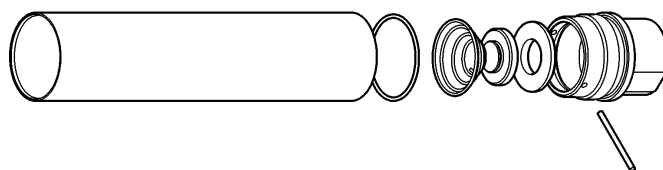

Fig. 5c
3. Secure the pump tube gently in a vice and unscrew and remove the foot valve (fig. 5c). Clean and check the foot valve parts, replace if damaged.
3. Fijar el conjunto tubo de succión en la mordaza y desenroscar y quitar la válvula de pie (Fig. 5c). Limpiar y verificar los componentes de la válvula, en caso de deterioro, sustituir los componentes afectados.
3. Placer l'ensemble du tube d'aspiration sur un établi et desserrer pour ensuite retirer le clapet de pied (Fig.5c). Nettoyer et remplacer si nécessaire les éléments du clapet de pied qui pourraient être endommagés.